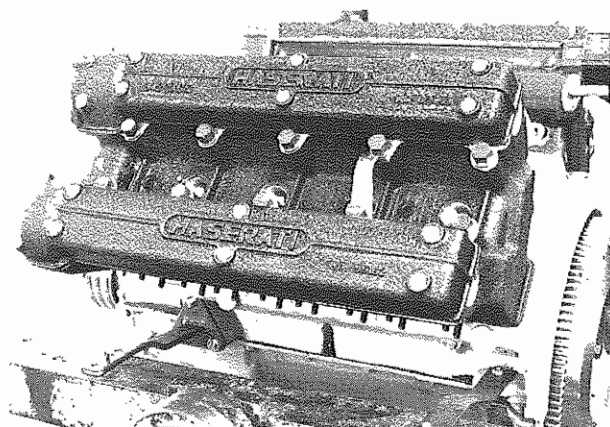

Fig. 59 - Motore al banco
- Il motore può essere ancorato al banco sfruttando i prigionieri di fissaggio dei supporti destro e sinistro presenti sul basamento (**Fig. 59**). Per l'ancoraggio usare i supporti n. 1.
- The engine can be fixed to the bench using the left and right crankcase studs (**Fig. 59**). To fix use the supports.